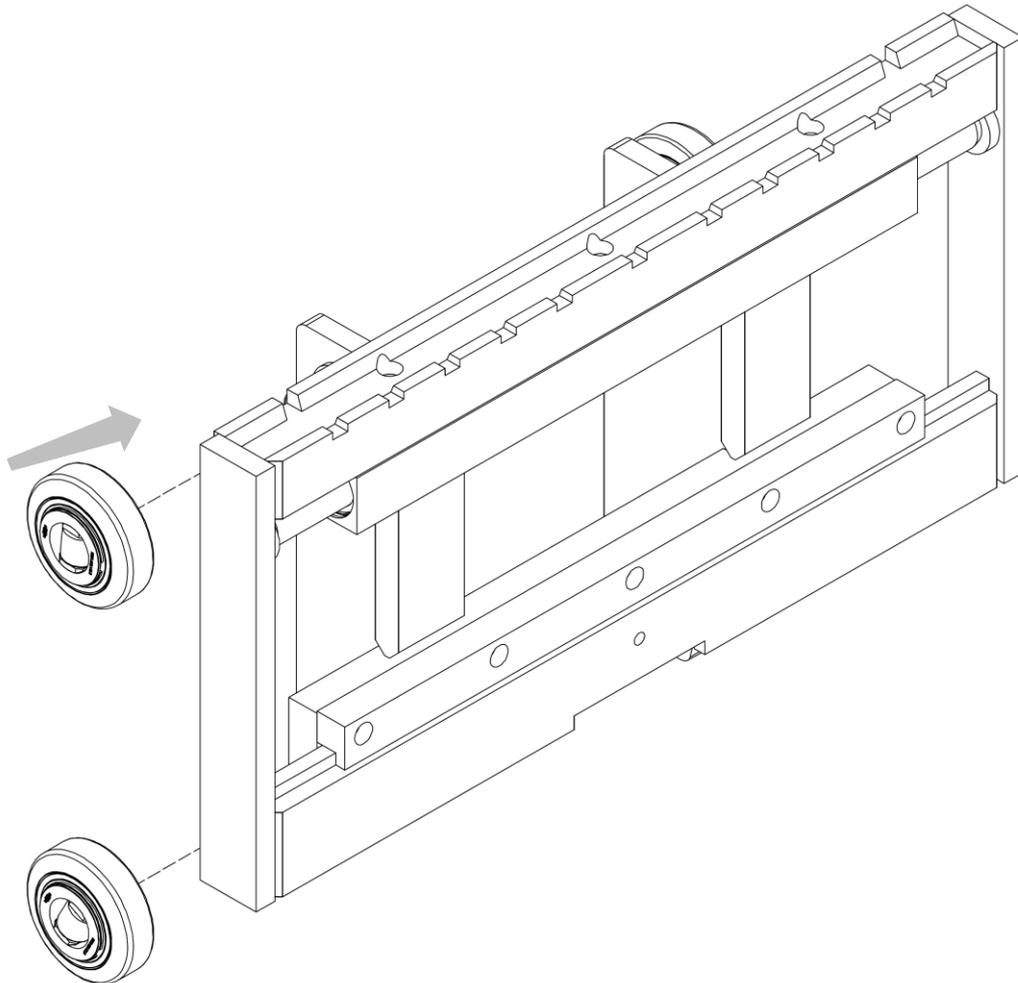

Figure 7
13. Accoupler les rouleaux de glissement du montant aux goupilles réalisées sur les épaulements (voir *Figure 7*, dans cette image, comme dans les suivantes, les roulements, les épaulements et les montants représentés seront purement indicatifs, dans le seul but de montrer le montage correct de l'équipement).